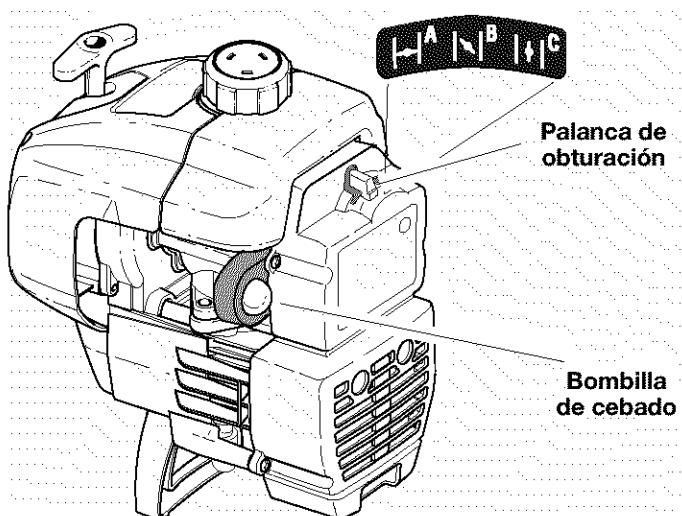

Fig. 16
2. Oprima completamente y suelte la bombilla de cebado de 5 a 7 veces. El combustible debe estar visible en la bombilla (Fig. 16). Si el combustible no entró a la bombilla, presione tres (3) veces más o hasta que lo haga.
3. Mueva la palanca del obturador (Fig. 16) a la posición CHOKE (**|+| A**).
NOTA: Si el motor se inunda al intentar arrancar la unidad, coloque la palanca del obturador en la posición de MARCHA (**RUN**) (**C** **|+|**) (Fig. 16). Oprima el control del regulador. Tire de la cuerda de arranque rápidamente. El motor debe arrancar luego de tres (3) a ocho (8) tirones.